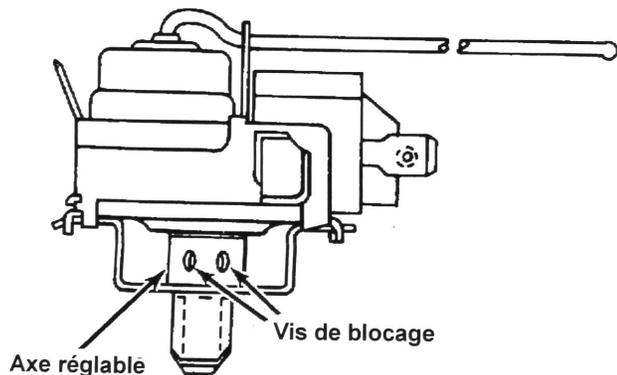

Figure 1
- a. Desserrer les vis de blocage avec la clé livrée dans le sachet (voir la Figure 1).